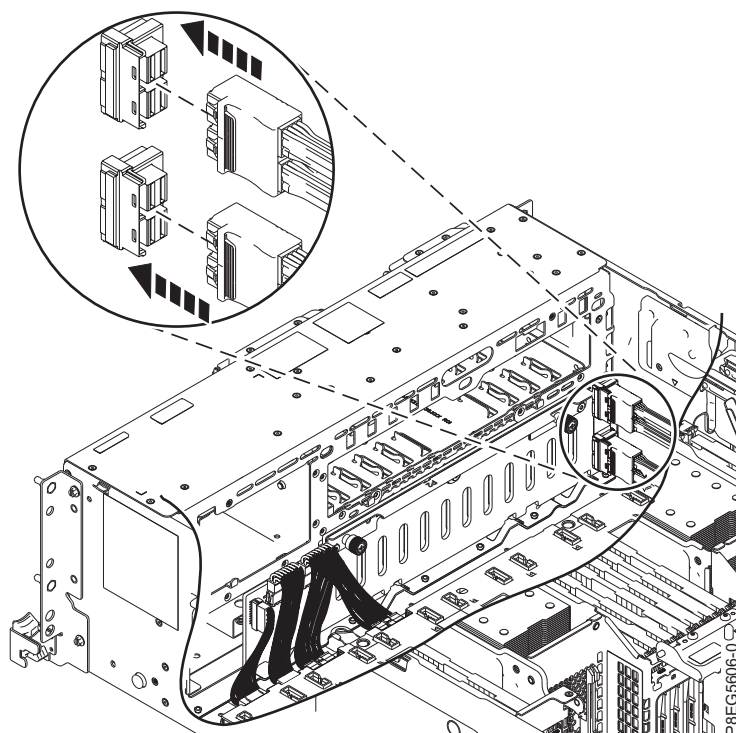

Figura 8. Reconectando os cabos SAS frontais
6. Reconecte os cabos SAS frontais ao painel traseiro da unidade de disco, conforme é mostrado na Figura 8. Empurre os conectores até que a trava se encaixe. Organize os cabos junto à lateral do chassi.